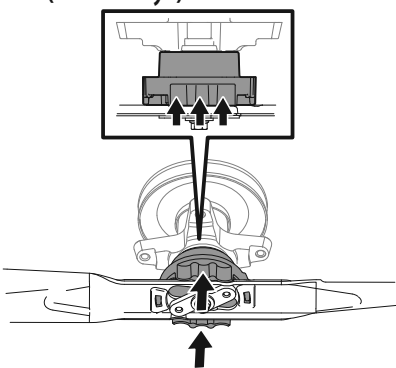

Figura 45
- Empuje hacia arriba sobre el collarín de la cuchilla y sosténgalo. Consulte la Figura 45.
- Empuje la cuchilla hacia arriba contra el adaptador de cuchilla hasta que el collarín se eleve. Consulte la Figura 45.